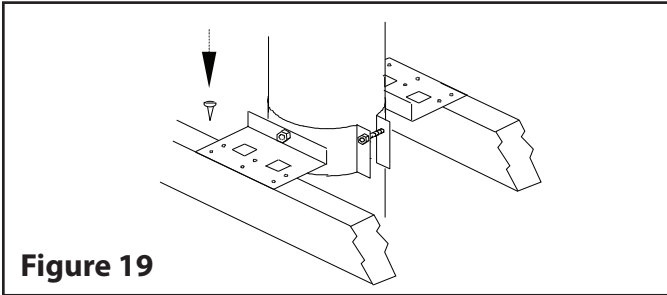

Figure 19
Étape 2. Placez le support sur la cheminée en acier inoxydable jusqu'à ce que les plaques reposent sur le toit ou sur le plancher. Resserez le collet autour de la cheminée, ensuite sécurisez-le en vissant les (4) vis métalliques de 1/2 po (fournies) dans les ouvertures situées sur chaque côté des boulons du collet et de la cheminée
Étape 3. Centrez la cheminée et clouez ou vissez le support au toit ou au plancher au moyen de 8 clous de 2-1/2 po ou de 8 vis à bois no 8 de 1-1/4 po (voir Figure 19).